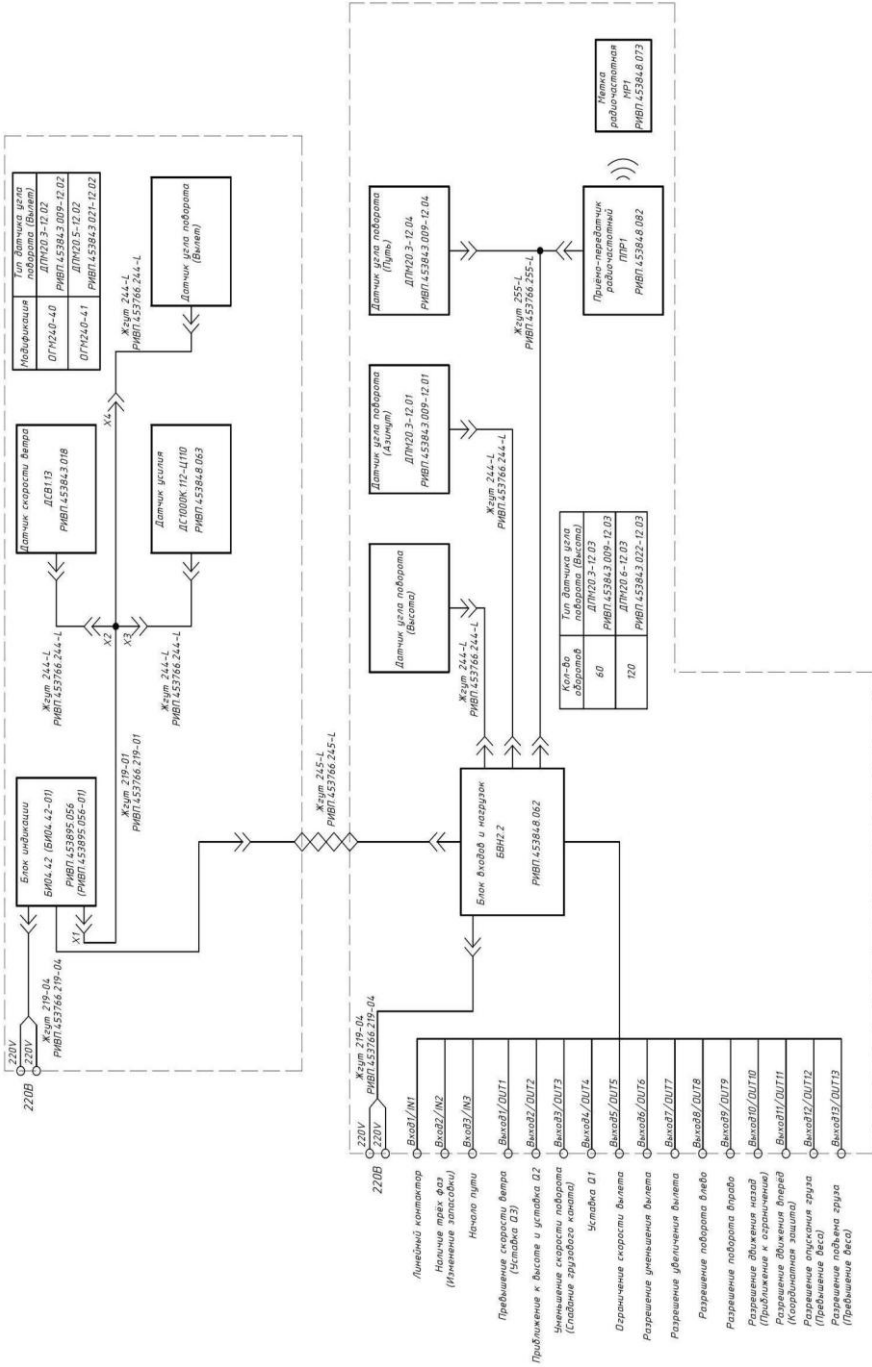

Рисунок 1 — Схема соединений ОГМ240-40 и ОГМ240-41
- установку блока входов и нагрузок (БВН) и коммутацию электрических цепей в соответствии со схемой соединения ОГМ (рисунок 1).